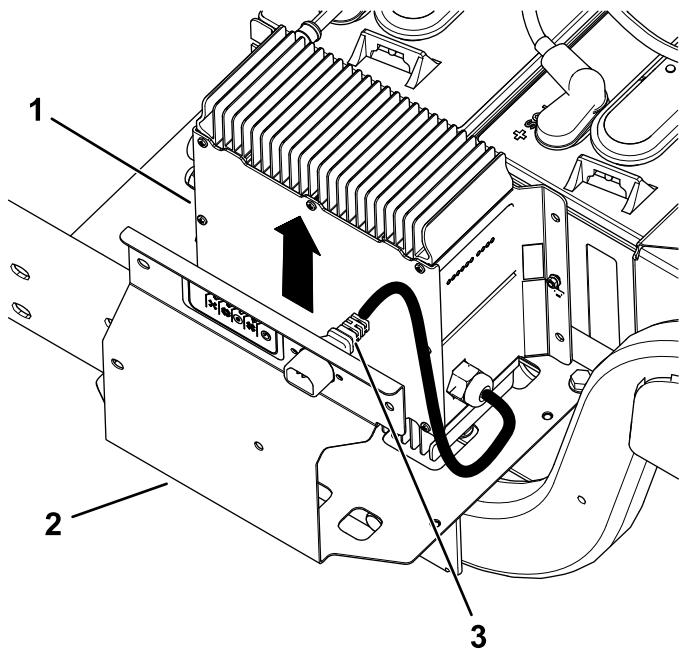

図5
- 充電プラケットからチャージャと充電ケーブルを取り外す図5。